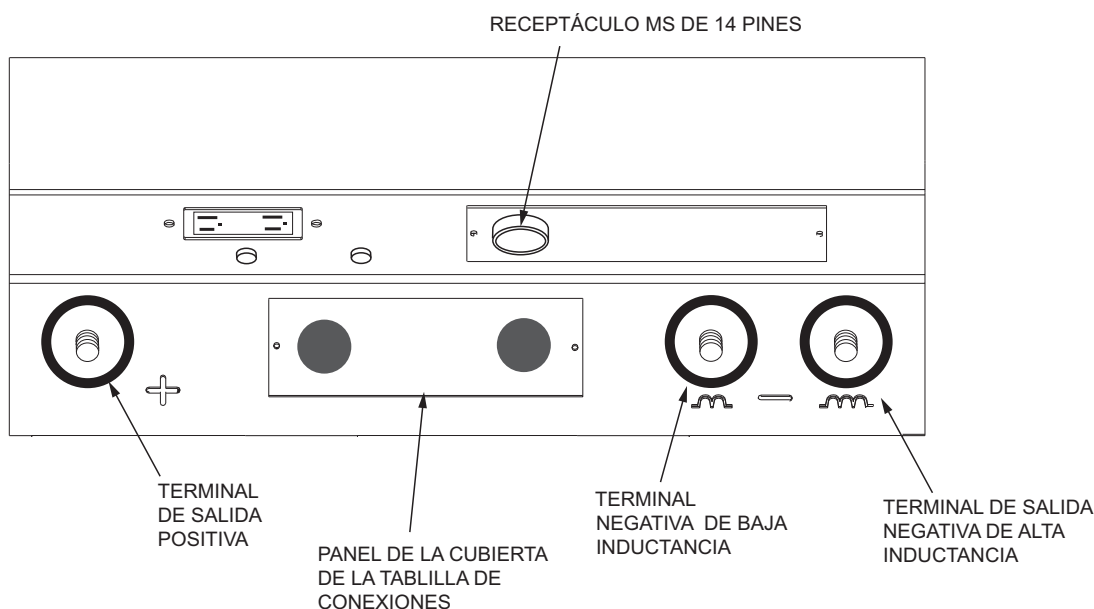

FIGURA A.3 Conexiones de Salida
Las terminales de salida se localizan en la parte inferior frontal de la soldadora, detrás de la puerta con bisagras. Consulte la figura A.3. Enrute los cables de soldadura a través de los anclajes ranurados de la base de las terminales de soldadura.
3. Remueva el panel de cubierta de acceso a la tablilla de conexiones en el frente del gabinete inferior. Para la ubicación, consulte la figura A.3.
Las tabllillas de conexiones están disponibles detrás del panel de cubierta al frente del gabinete inferior para conectar los cables de control del alimentador de alambre que no tienen un conector tipo MS de 14 Pines. Para la ubicación de este panel de cubierta, consulte la figura A.3. Estas terminales alimentan las conexiones como se muestra en las siguientes tablas de Tablillas de Conexiones. Para la capacidad nominal del interruptor automático en el circuito de 115 VCA, vea la Tabla de Potencia Auxiliar. Remueva el tapón de la cubierta de la tablilla de conexiones, e instale una abrazadera de anclaje apropiada para el cable que se está utilizando. NOTA: Existen dos puntos de conexión de cables de sensación de trabajo en la tablilla de conexiones. Conecte el cable de sensación de trabajo #21 del conector de 14 pines y el cable #21 del cable de control a “-21” cuando se suelde con polaridad positiva o a “+21” cuando se trate de polaridad negativa.